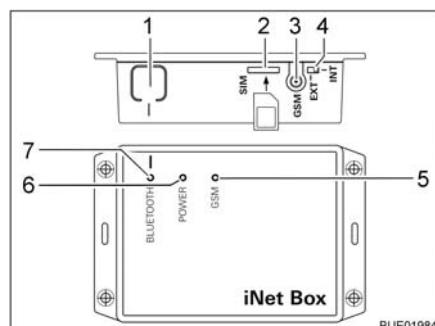

Fig. 129 Truma iNet Box
- Premere il tasto BLUETOOTH (Fig. 129,1) della iNet Box per 1 secondo. Nel terminale mobile la Truma iNet Box è visibile per circa 2 minuti (nome: "Truma iNet-Box"). In questo tempo il LED BLUETOOTH (Fig. 129,7) blu lampeggia.
- Spingere con cautela la mini SIM con il proprio numero di telefono e credito sufficiente nello slot (Fig. 129,2) della Truma iNet Box, come illustrato, finché non si innesta. Il LED GSM (Fig. 129,5) rosso deve lampeggiare costantemente. Quando dopo 20 secondi il LED rosso si spegne: Controllare la mini SIM.